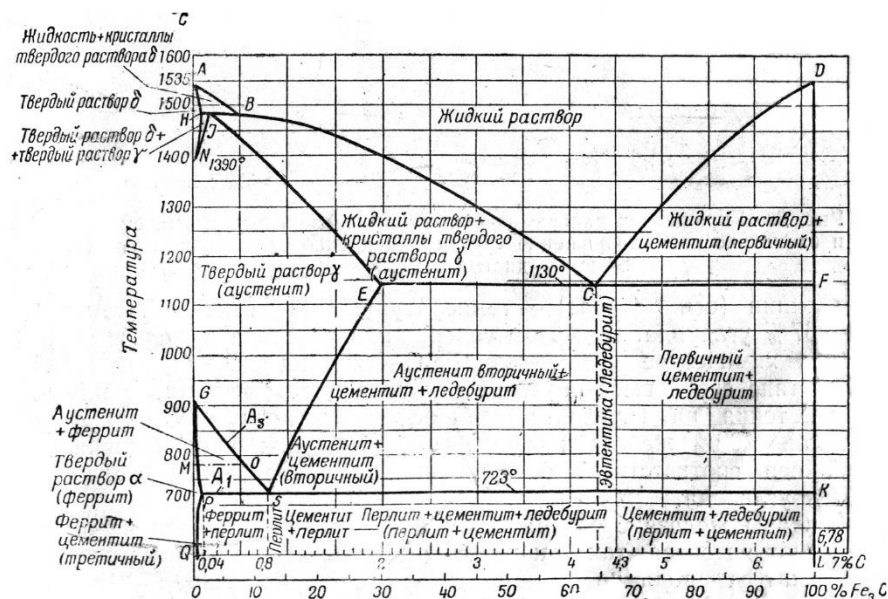

Рис. 1. Диаграмма сплавов железо-углерод
**В9.** Пользуясь диаграммой состояния железо-углерод (рис.1) определите температуры начала (Тн.кр.) и окончания (Тк.кр.) процесса первичной кристаллизации сталей марок 80Г, 50, У10. Укажите состав этих сплавов между линиями ликвидуса и солидуса и после окончания кристаллизации